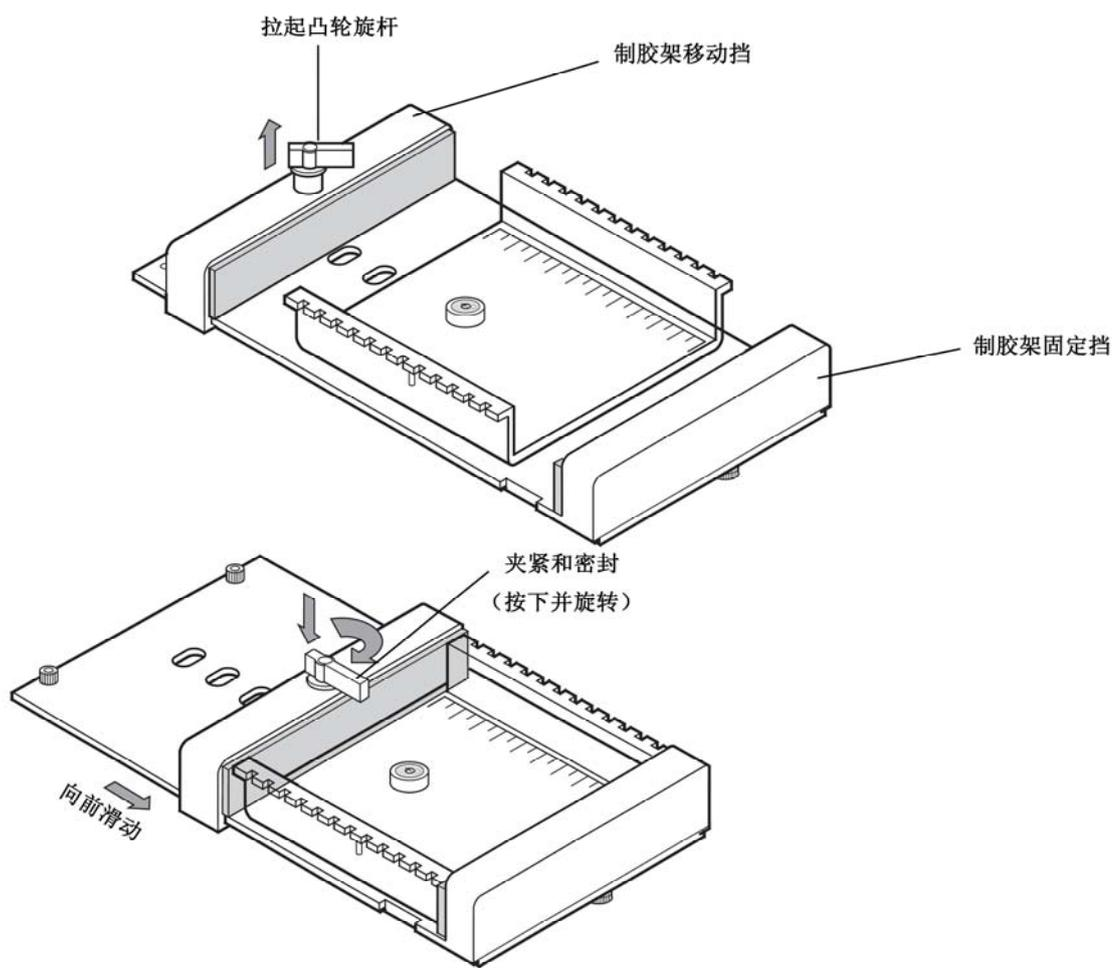

图 2.1 在制胶架上密封紫外透照盘
- 4 将制胶架移动挡移动至紫外透照盘另一侧（见图 2.1）。